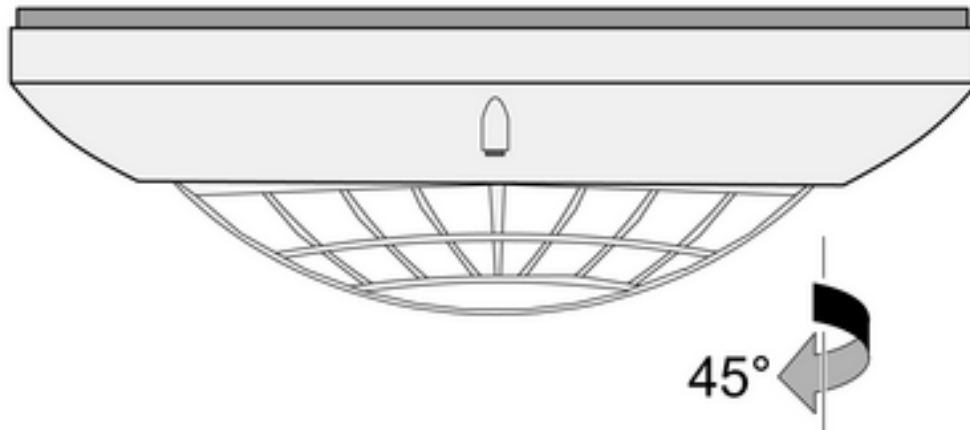

Bild 7
- Den Präsenzmelder ca. 45° im Uhrzeigersinn drehen, um ihn von der Bodenplatte zu lösen (Bild 7).